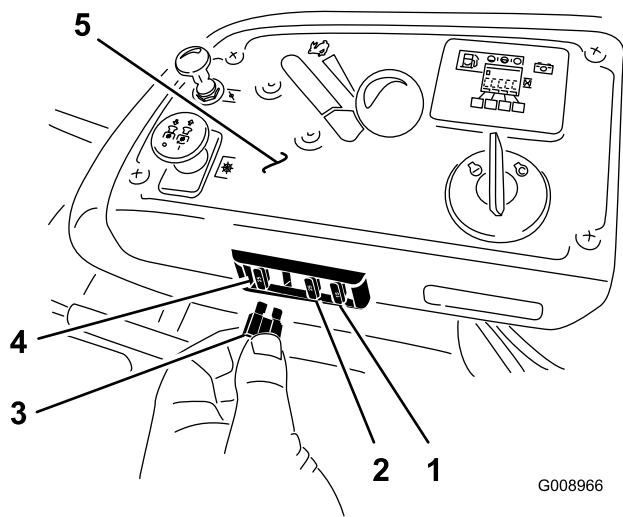

Figura 64
1. Los fusibles están situados en la consola, a la derecha del asiento (Figura 64).
3. Instale un fusible nuevo (Figura 64).